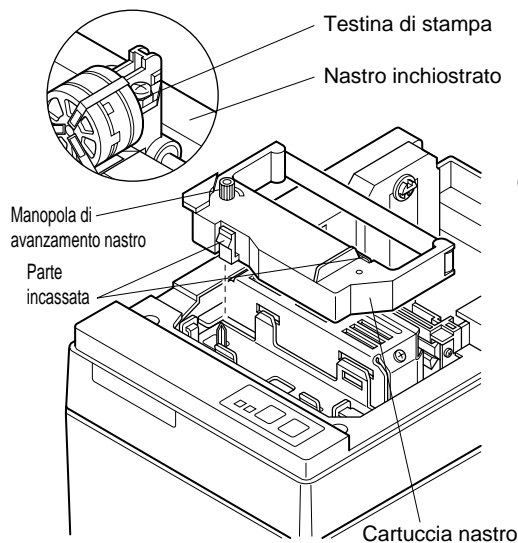

Fig. 4-2 Inserimento della cartuccia nastro
- ① Spegner la stampante.
- ② Sollevare il coperchio di 3 cm circa. Tenere il coperchio inclinato a questa angolazione e tirarlo verso di sè per rimuoverlo.
- ③ Inserire la cartuccia nastro nella direzione mostrata nella Fig. 4-2 e premerla in basso per caricarla. Se il caricamento della cartuccia nastro non è soddisfacente, premere in basso la cartuccia nastro girando la manopola di avanzamento nastro in direzione della freccia.
- ④ Girare la manopola di avanzamento nastro della cartuccia nastro in direzione della freccia per eliminare l'allentamento del nastro.
- ⑤ Montare il coperchio con il procedimento inverso a quanto descritto al punto ② sopra.